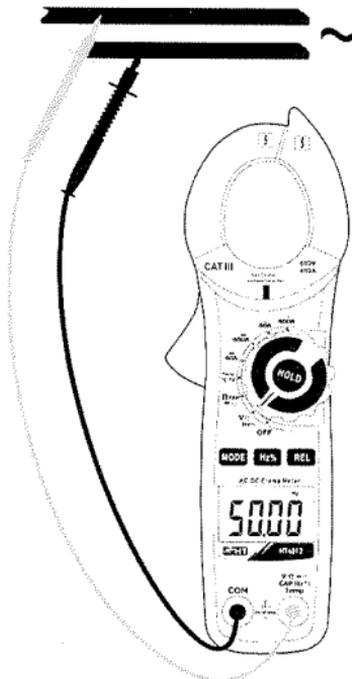

Abb. 4: Verwendung der Zange für Frequenz- und Duty Cycle-Messungen
3. Verbinden Sie die rote Messleitung mit der **VΩ-→)CAPHz%Temp** Eingangsbuchse, und die schwarze Messleitung mit der **COM** Eingangsbuchse (siehe Abb. 4) für die Frequenzmessung mit Messleitungen. Der Wert der Frequenz (Hz) oder des Duty Cycle (%) erscheint auf dem Display.